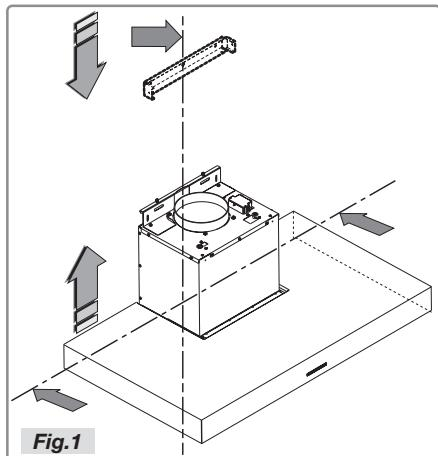

Fig. 1
- Teken de onderkant van de kap af op de muur, rekening houdend met de minimale afstand tussen kap en fornuis (Fig.1).